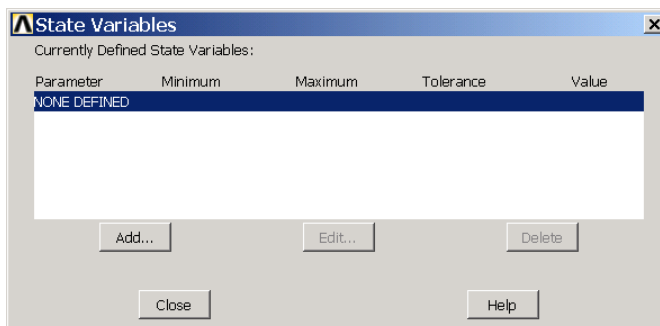

图12.10 状态变量对话框
(4) 单击 Main Menu>Design Opt>State Variables 菜单，弹出如图 12.10 所示的【State Variables】对话框。可以看出当前没有声明状态变量。